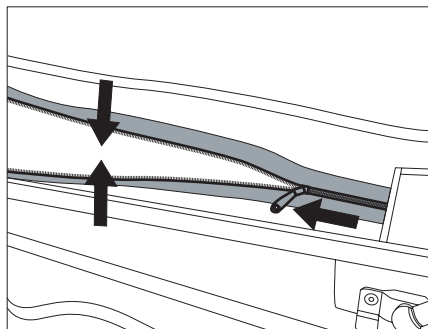

Fig. 39 Libérer la fermeture éclair
- ▶ En fermant la fermeture éclair, tirer le toit relevable vers le bas afin que la fermeture ne soit pas sous tension (Fig. 39).
- ▶ Tirer légèrement sur le toit relevable et fermer la fermeture éclair (Fig. 39).